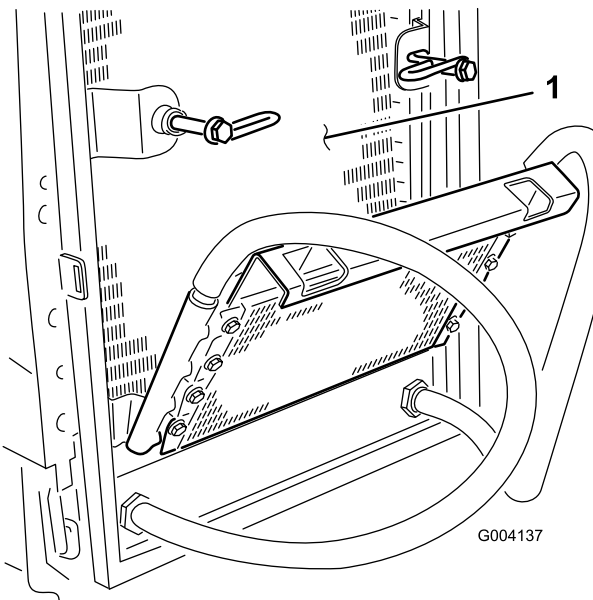

Figura 95
8. Limpe os dois lados do dispositivo de arrefecimento de óleo e o radiador (Figura 95) com ar comprimido.